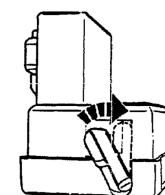

Figura 3
5. Sin tocar el pedal del freno, mueva la palanca negra de ajuste en sentido horario para ajustar el interruptor. La palanca debe estar paralela al conector. (Figura 3)